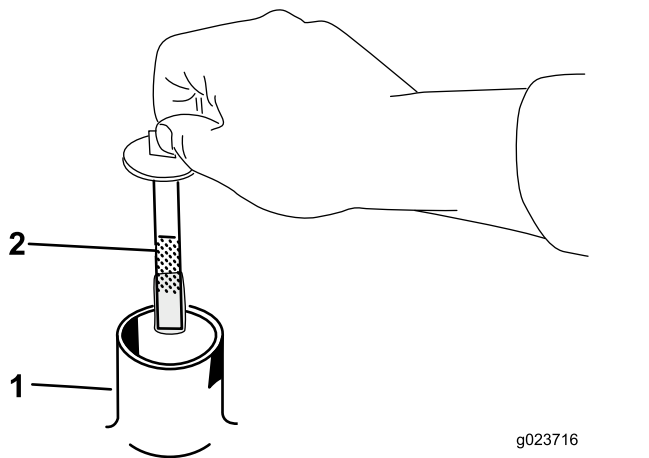

Рисунок 41
5. Снимите крышку с горловины заливного отверстия и проверьте уровень гидравлической жидкости с помощью щупа (Рисунок 41).